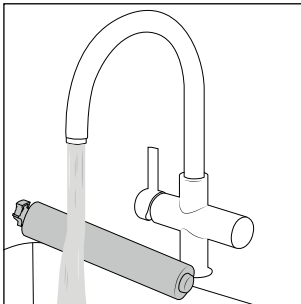

Abb. 35
- ◆ Reinigen Sie den Spritzschutz **7** und die Bürstenrolle **6** unter fließendem, warmem Wasser (siehe Abb. 35).